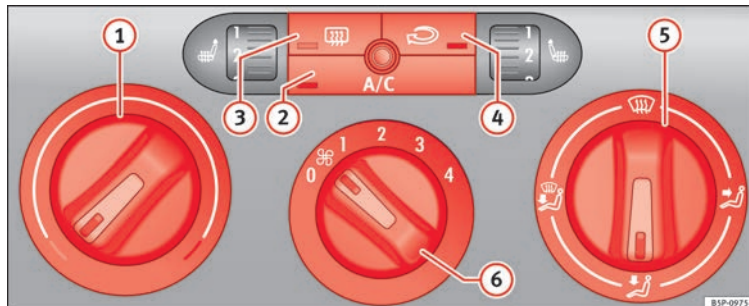

Fig. 115 Comandos do Climatic no painel de instrumentos.
– Com os reguladores » Fig. 115 ① e ⑤ e com o comando ⑥ é ajustada a temperatura, a distribuição do ar e o nível do ventilador.
– Pressionar o respetivo botão ②, ③ ou ④ para ligar e desligar a respetiva função. Quando a função está ativa, a janela que se encontra na aresta inferior do botão ilumina-se.
① Regulador da temperatura » Página 116
② Botão A/C – Ligar ou desligar o grupo de refrigeração » Página 116
③ Botão – Desembaciador do vidro traseiro. Cerca de 20 minutos depois de ser ativado, o aquecimento é automaticamente desligado. Pode ser também desligado antes, pressionando novamente o botão.
④ Botão – Recirculação de ar » Página 117
⑤ Regulador da distribuição de ar » Página 116
⑥ Interruptor do ventilador. O caudal de ar é regulável em quatro níveis. A baixa ve-
» **Fig. 115**